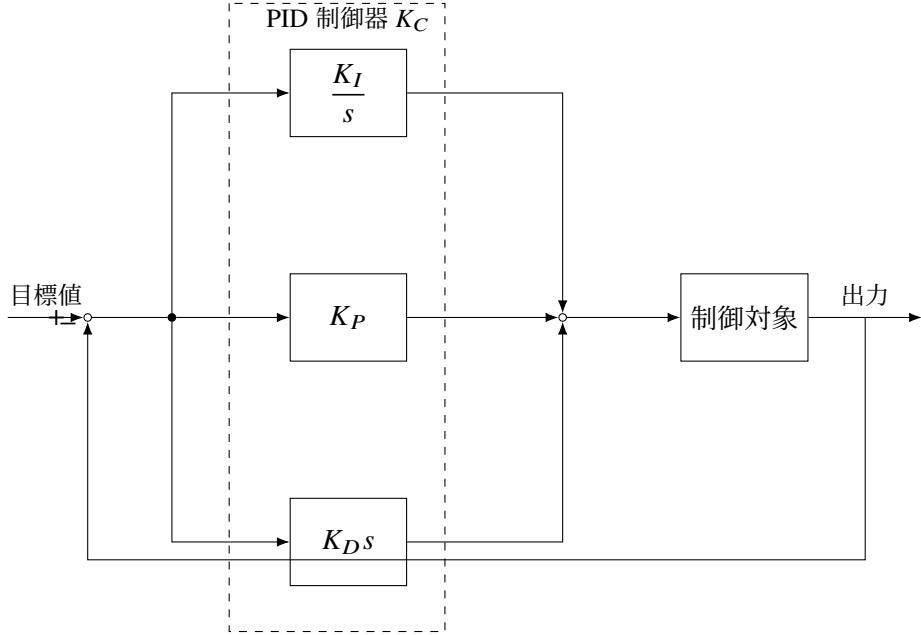

図 1 PID 制御のブロック図（並列型）
PID 制御における操作量 $u(t)$ と偏差 $e(t)$ の関係は式 (1) のようになる。また、式 (1) の伝達関数は式 (2) となり、伝達関数のブロック図は図 1 となる。ここで K_P は比例ゲイン、 K_I は積分ゲイン、 K_D は微分ゲイン、 T_I は積分時間、 T_D は微分時間となる。